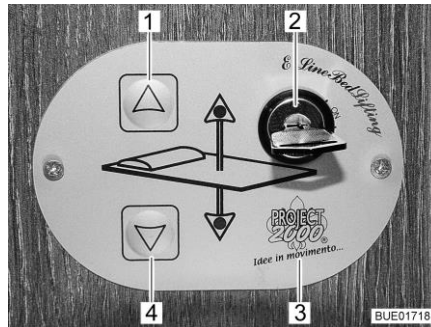
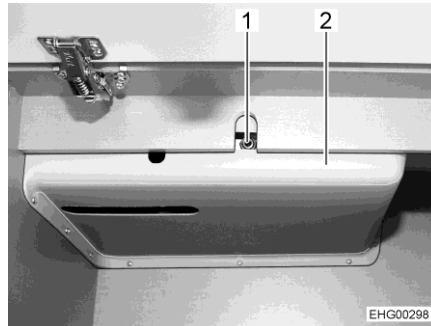

Fig. 143 Elemento de mando
Fig. 147 Acceso al accionamiento
Con las teclas (Fig. 143,1 y 4) en el elemento de mando (Fig. 143,3), se subirá o bajará la cama elevada. Con el interruptor llave (Fig. 143,2), se bloqueará el elemento de mando contra su utilización no autorizada.
- Introducir la llave en el interruptor llave (Fig. 143,2) y girar 90° en sentido de las agujas del reloj. El elemento de mando (Fig. 143,3) está activado.
- Pulsar la tecla de flecha (Fig. 143,4) y mantenerla pulsada hasta que la cama elevada haya bajado a la posición deseada.
- Pulsar la tecla de flecha (Fig. 143,1) y mantenerla pulsada hasta que la cama elevada haya subido a la posición final.
Si la cama elevada ya no se deja desplazar con las teclas de flecha (Fig. 143,1 y 4), controlar primero el fusible Atrás del revestimiento (Fig. 147,2) (véase apartado 9.10.1). Si el fusible está bien y la cama elevada no se deja desplazar a pesar de esto, se podrá manejar la cama elevada de forma manual.
- Insertar la manivela entregada o una llave Allen en el alojamiento en el motor (Fig. 147,1).